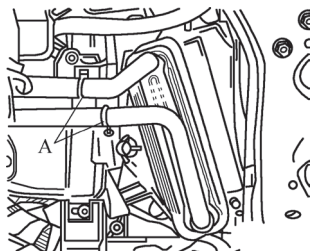

图 5-61 解开软管卡箍
11) 如图 5-61 所示, 解开软管卡箍 A, 然后从热交换器中脱开冷却液管。